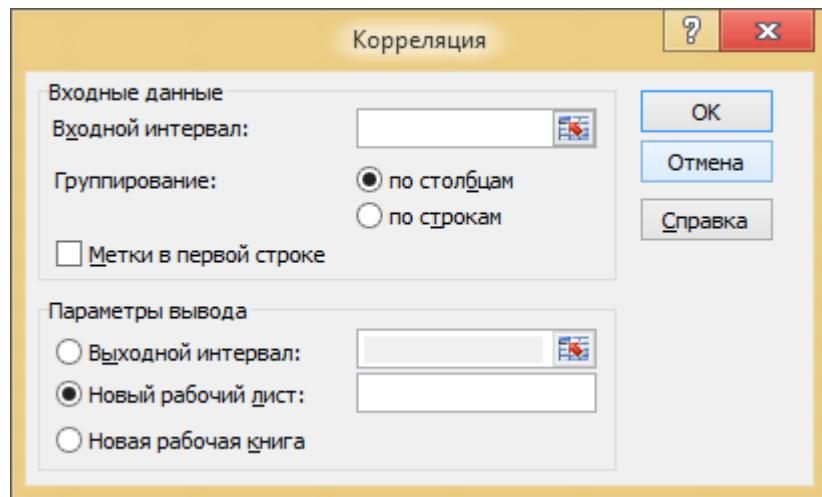

Рисунок 7.3 – Диалоговое окно «Корреляция»
12. Выбрав из меню Анализа данных команду Корреляция, получить коэффициенты корреляции выручки трех любых магазинов (попарно) за весь год (рисунок 7.3). Сделать выводы. Коэффициент корреляции используется для определения наличия взаимосвязи между двумя различными рядами данных $X_i, Y_i, i = 1..n$ и имеет вид: